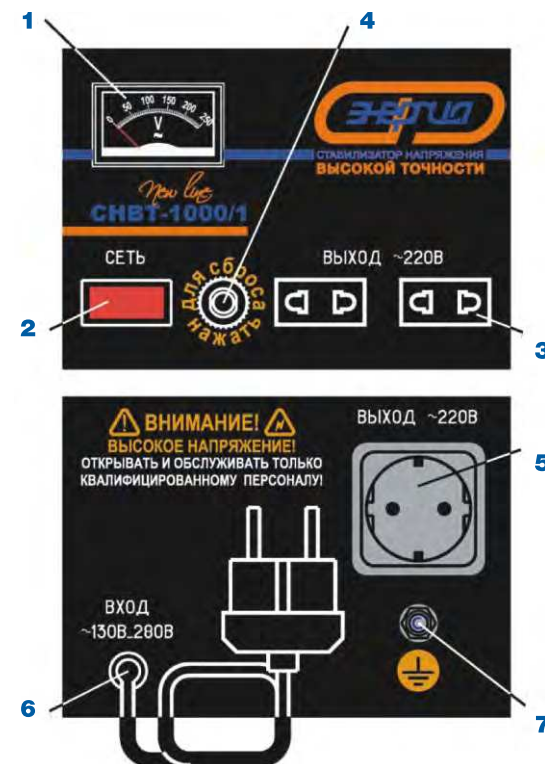

Рис. 3. Модели CHBT-500/1...1500/1
4.1. ПЕРЕЧЕНЬ СОСТАВНЫХ ЧАСТЕЙ ИЗДЕЛИЯ (РИС. 3, 4, 5, 6, 7). ТАБЛИЦА 2
5.4.1. Расположение элементов подключения, управления и индикации для всех моделей показано на рис. 3, 4, 5, 6, 7. Их позиционные обозначения и назначение указаны в Таблице 2.